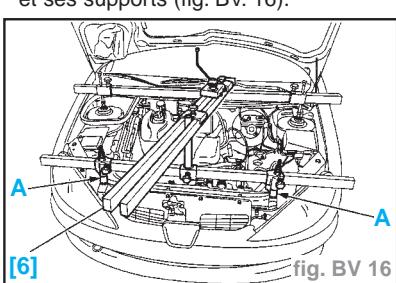

fig. BV 16
- la biellette de sélection (2) à l'aide de l'outil [1] (-.0216-G1)
- la biellette de passage (3) à l'aide de l'outil [2] (-.0216-G2)
- la biellette de réaction (4) à l'aide de l'outil [1]
- Mettre en place la traverse [6] (-.0009 et ses supports (fig. BV. 16).